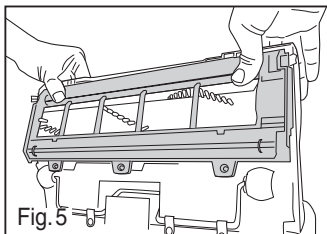

Fig. 5
- Presione la placa firmemente, asegurándose de que los 4 ganchos se enganchen alrededor de la varilla (Fig. 5).